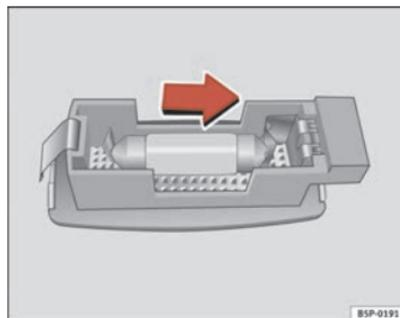

Fig. 181 Smontaggio della luce dell'aletta parasole
- Estrarre con cautela il coprifanale utilizzando il cacciavite dal lato piatto, come indicato nella figura ⇒ fig. 181.
- Rimuovere la lampada, movendola verso l'esterno nel senso della freccia ⇒ fig. 181.